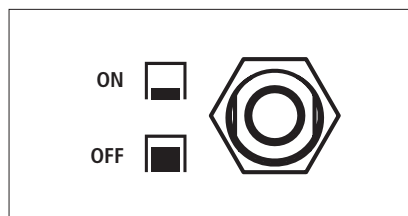

Fig. 05
4. Aperte o botão do disjuntor AC localizado no painel de controle, deixando na posição "ON" [Fig. 05].
2. Aperte o botão do disjuntor AC localizado no painel de controle, deixando na posição "OFF" [Fig. 05, pág. 06].